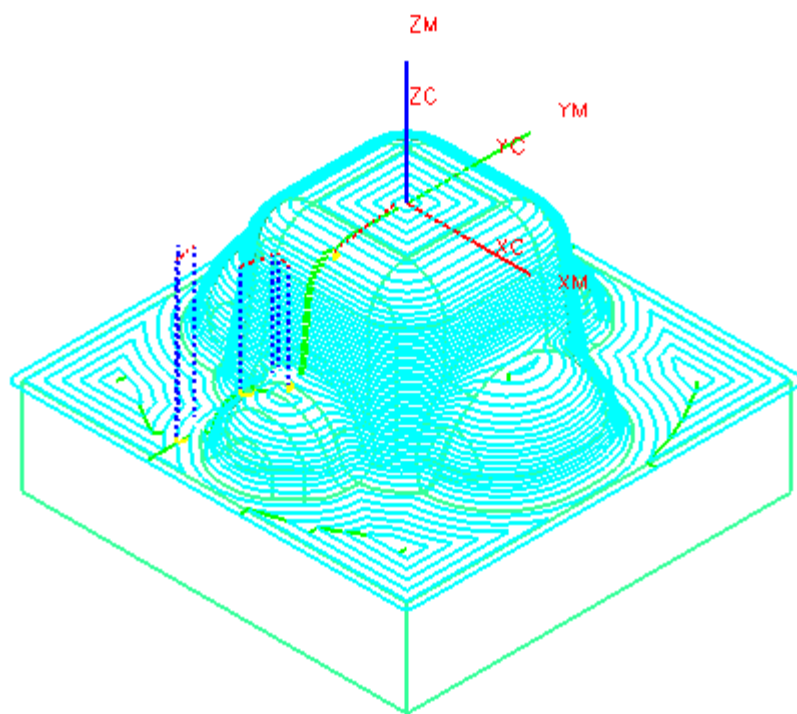

图 5-53
- 单击 ，打开切削范围编辑对话框，删除底部的切削范围，如图 5-53 所示。